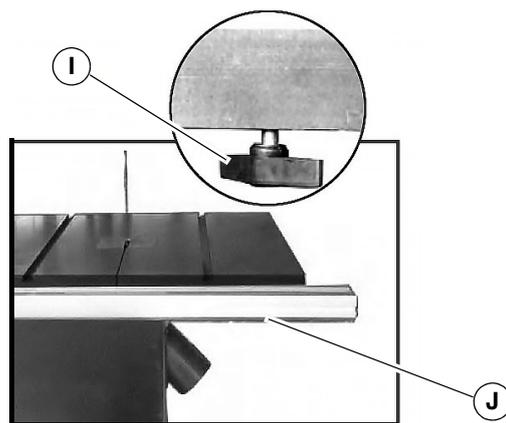

Abb. 13: Führung des Parallelanschlages montieren
Schritt 10: Um die Führung des Parallelanschlages zu befestigen, 4 Flügelschrauben (Pos. I, Abb. 13) mit Unterlegscheiben an die Unterseite des Arbeitstisches montieren. Die Flügelschraube nur mit einigen wenigen Umdrehungen montieren so dass ein ausreichender Abstand für die Montage der Parallelanschlagschiene (Pos. J, Abb. 13) bestehen bleibt.